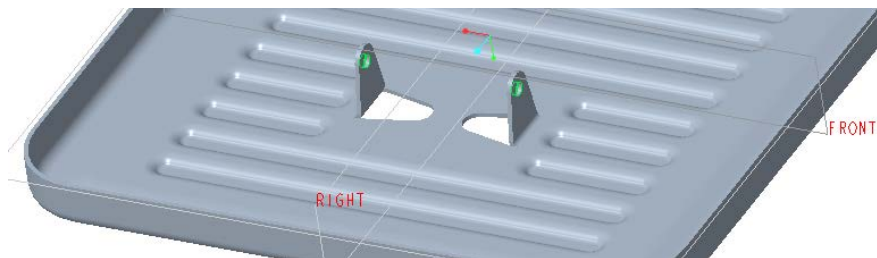

图 5-143 切除出孔结构
- (5) 在“拉伸”选项卡中单击 (完成) 按钮，切除出的孔结构如图 5-143 所示。